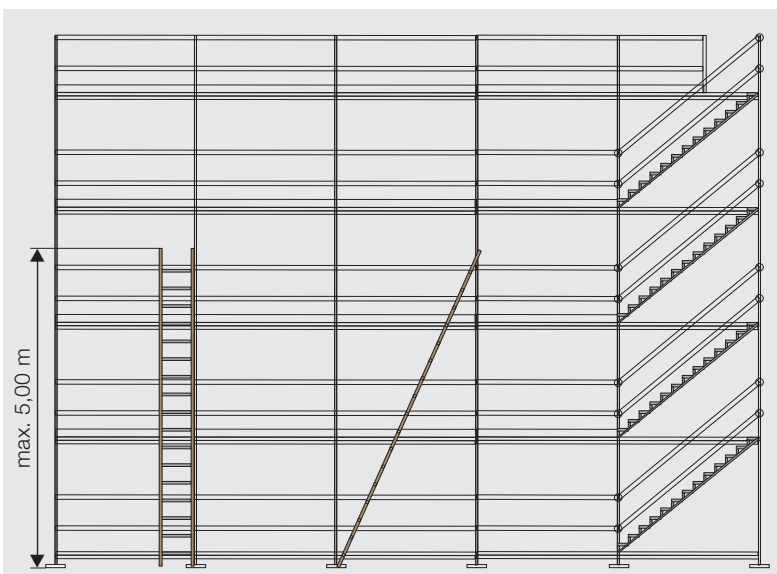

Bild 17: Leitern bis zu einer Höhe von höchstens 5 m.
- Für den Aussenaufstieg sind Leitern bis zu einer Absturzhöhe von 5 m zugelassen (Bild 17).